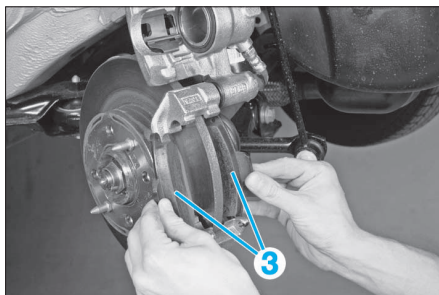

FIG. 2
- Déposer les plaquettes de freins (3) de l'étrier (Fig.2).